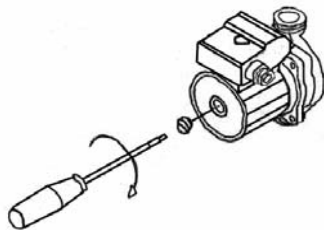

Рис. 7. Проверка циркуляционного насоса
- ✓ не заблокирован ли насос. Для этого при помощи отвёртки открутите заглушку насоса и проверните его вал несколько раз туда и обратно (см. Рис. 7), при этом котел необходимо отключить от электросети (вынуть вилку из розетки). Затем плотно закрутите заглушку. При выполнении данной операции возможны небольшие протечки воды из насоса, после установки заглушки необходимо убрать остатки воды с компонентов котла (протереть);